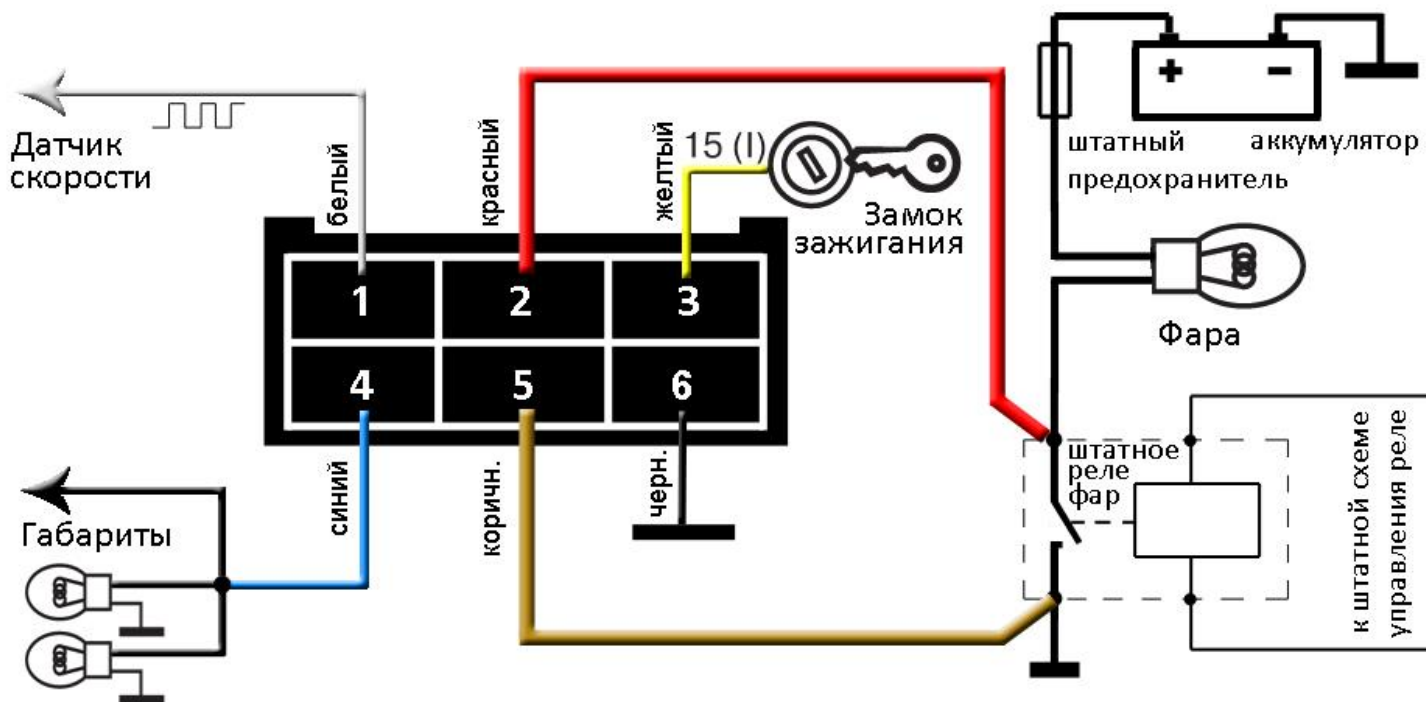

Рисунок 2
2. **Дальний свет** (красный провод сечением 1мм²). Подключается к проводу, подключенному к контакту штатного реле включения света лампам дальнего света, который подключен к лампам фары (см. рис.2). Точка подключения должна быть как можно ближе к реле.
5. **Корпус для силовой части** (коричневый или зеленый провод сечением 1мм²). Подключается к проводу в непосредственной близости от контакта штатного реле включения света, который подключен к корпусу автомобиля (см. рис.2).